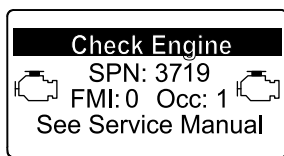

Figure 47
- Avertissement moteur SPN 3719, FMI : 0 (Figure 47)